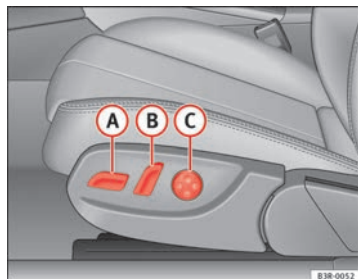
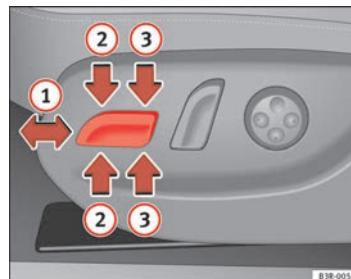

Abb. 106 Vordersitz:
Abb. 107 Vordersitz:
- Bewegen Sie den Schalter **(A)** ⇒ Abb. 106 nach vorn oder nach hinten **(1)** ⇒ Abb. 107 ⇒ **(1)**.